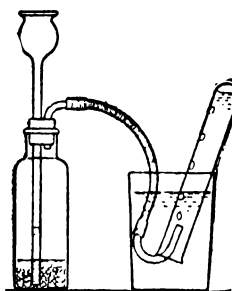

Рис. 34. Прибор для получения водорода.
■ **Опыт 2.** В прибор, как на рис. 34 или подобный, положите цинка, сколько показано на рисунке.